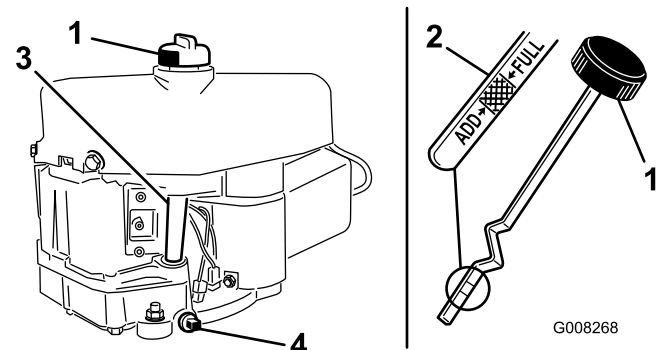

Bild 24
7. Reinigen Sie den Bereich um den Ölpeilstab (Bild 24), damit kein Schmutz in den Einfüllstutzen gelangen und den Motor beschädigen kann.
8. Schrauben Sie den Ölpeilstab los und wischen Sie das Metallende ab (Bild 24).
9. Schrauben Sie den Ölpeilstab vollständig in den Einfüllstutzen (Bild 24).
9. Nehmen Sie die Ölabblassschraube ab, damit das Öl ablaufen kann (Bild 24).
11. Reinigen Sie den Bereich um den Ölpeilstab und drehen den Verschlussdeckel ab (Bild 24).
12. Gießen Sie ca. 80 % der angegebenen Ölmenge langsam in den Einfüllstutzen (Bild 24).